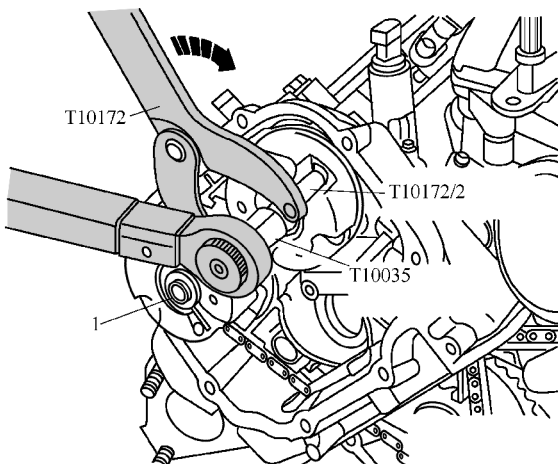

图 1-3-59 安装左侧凸轮轴
(6) 用同样的方法安装右侧凸轮轴正时链。
(7) 如图 1-3-59 所示, 将夹具 T10172 及销子 T10172/2 安装在左侧进气凸轮轴调节器上。沿箭头方向按压夹具, 使凸轮轴正时链保持预张紧。同时将凸轮轴螺栓用工具头 T10035 和力矩扳手预拧紧, 拧紧力矩为 $40\text{N} \cdot \text{m}$, 此外在进气凸轮轴上保持预张紧并预拧紧排气凸轮轴上的螺栓 1。